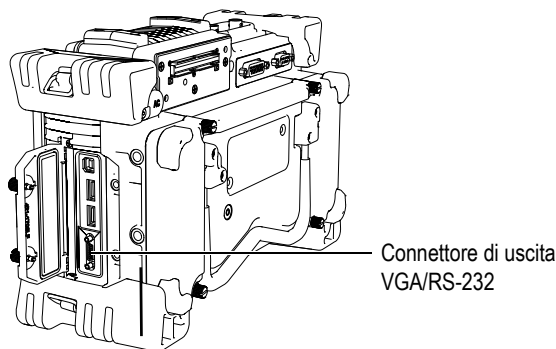

Figura 8-1 Il connettore di uscita VGA/RS-232
2. Collegare il cavo EPXT-C-VGA-6, fornito con l'EPOCH 1000, al connettore VGA/RS-232 (vedi Figura 8-1 alla pagina 134) ed in seguito collegare il cavo all'apparecchio con entrata VGA.